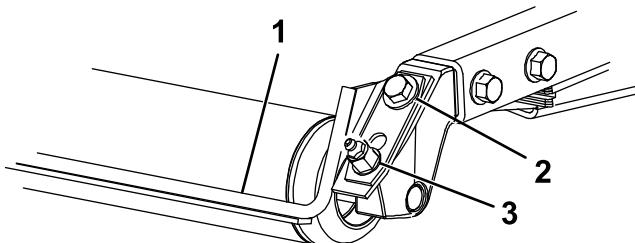

Figure 5
1. Desserrez le graisseur et la vis de fixation (Figure 5).